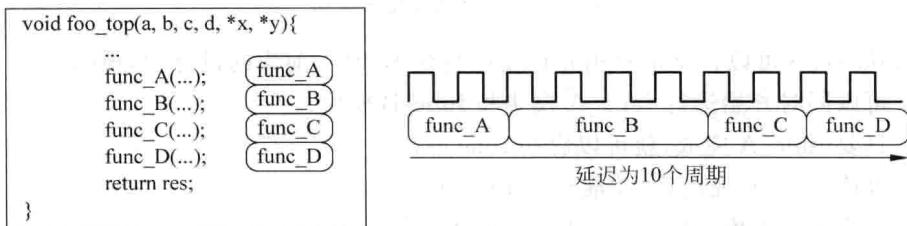

图 5.25 延迟表示
(1) 设计延迟：从输入到产生输出结果的周期数。如图 5.25 所示，该延迟为 10 个周期。